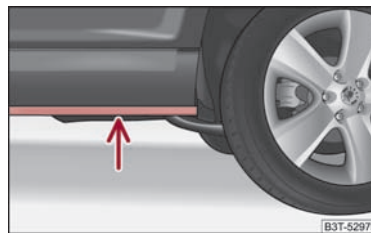

Abb. 181 Steg am Unterholm des Fahrzeugs
- Vor einer Wasserdurchfahrt die Wassertiefe feststellen. Das Wasser darf maximal bis zum Steg am Unterholm des Fahrzeugs reichen → Abb. 181.